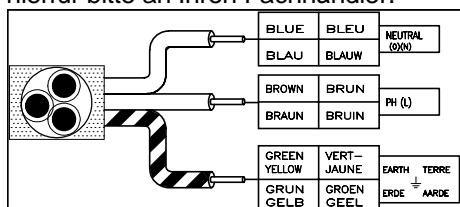

Abb.4
- 230-240 V~ (3- adriges Kabel) Abb.4